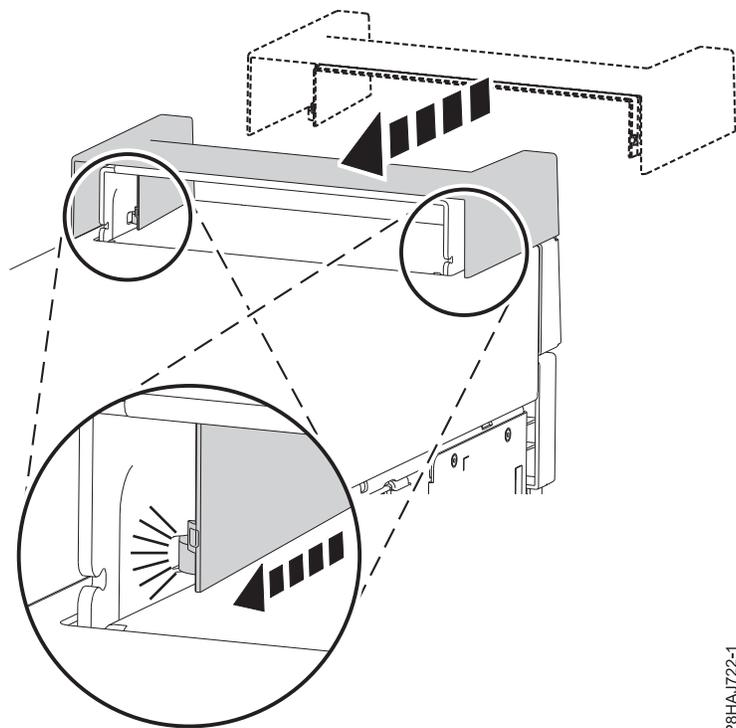

図 140. 8286-41A スタンドアロン・システムへのハンドル・カバーの固定
1. ハンドル・カバーを、システムの後部方向へスライドさせて内部 RDX ドッキング・ステーション (FC EUA3) に固定します。図 140 を参照してください。